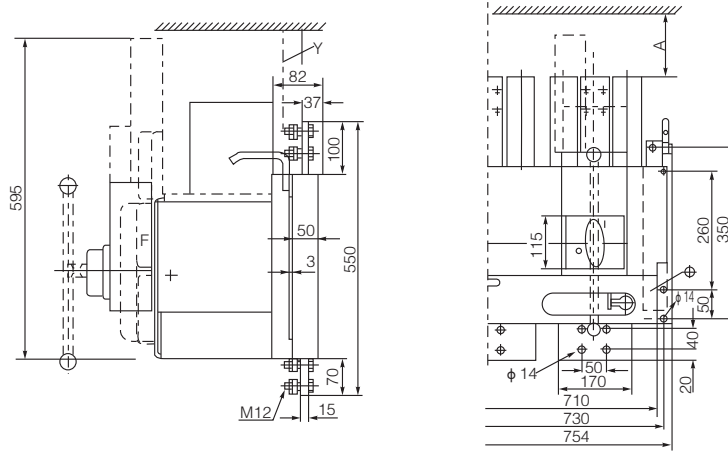
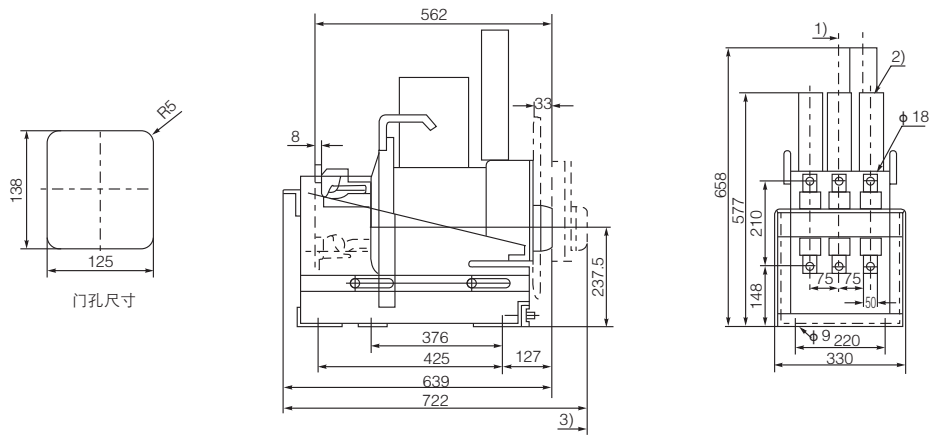
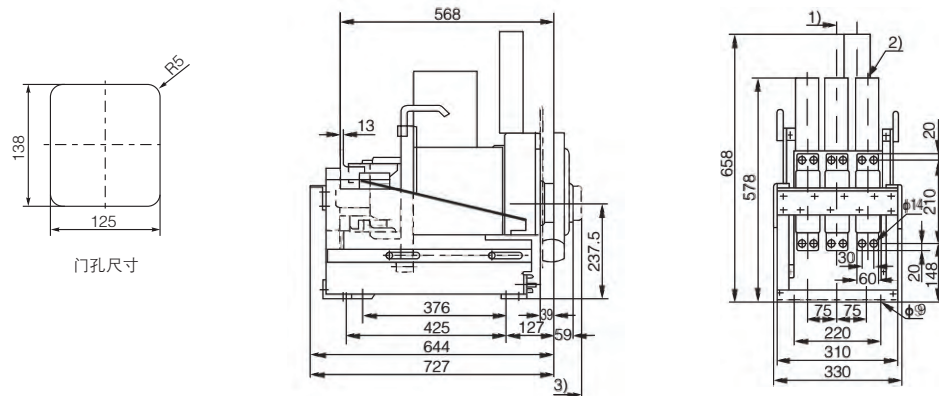

图16 垂直接线(注意：绝缘隔板Y)
图17
图18
• DW17-3200/3205固定式断路器外形尺寸图15、图16、图17、图18